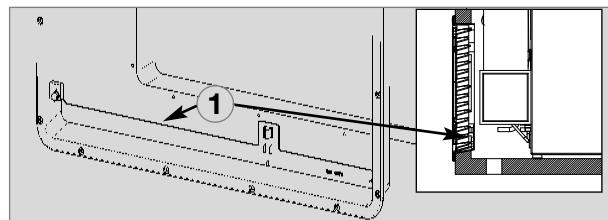

Fig. 16
L'aération du groupe frigorifique est effectuée au moyen de deux ouvertures dans la paroi de la caravane. L'air frais pénètre par le bas et afflue réchauffé par la grille d'aération supérieure (effet de cheminée). **Il est recommandé d'installer la grille de ventilation supérieure le plus haut possible, au-dessus du groupe frigorifique (Fig. 11) . La grille de ventilation inférieure doit être à fleur du plancher de la niche (Fig. 16) afin que le gaz non brûlé (le gaz étant plus lourd que l'air) puisse être directement acheminé à l'air libre. Le brûleur à gaz doit se trouver au-dessus du bord (1).**